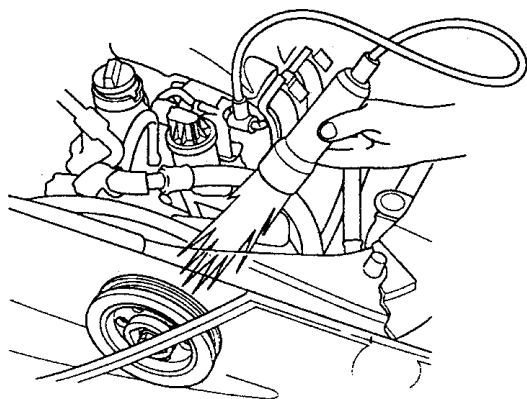

图 9-29 连接正时灯
- 4) 如图 9-29 所示，将正时灯连接到前 1 号点火线圈线束。